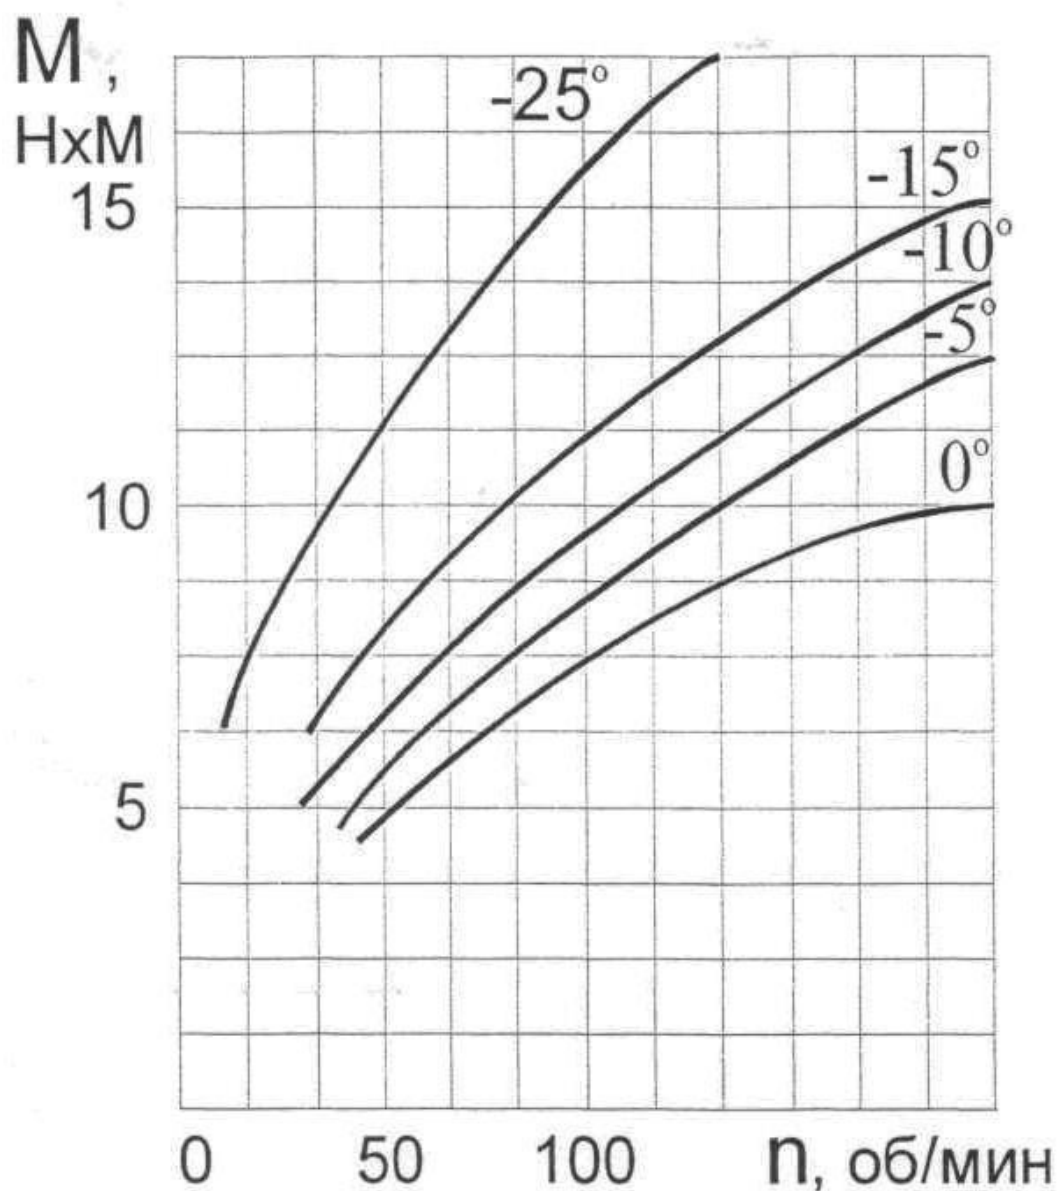

Рис.3. Моменты сопротивления ДВС
5. Определить возможные частоты прокручивания коленчатого вала двигателя с известными моментами сопротивления (рис. 3).
8. Перерисовать в масштабе график (рис. 3) и построить кривую  $M_{ст} = f(n_{ст})$ . Точки пересечения этой кривой с кривыми момента сопротивления двигателя дадут значения частот прокручивания коленчатого вала испытываемым стартером при различных температурах.